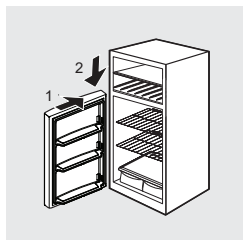

figure 9
9. Abaissez la porte du réfrigérateur en position ouverte sur la goupille de charnière inférieure, puis fermez la porte (figure 9).